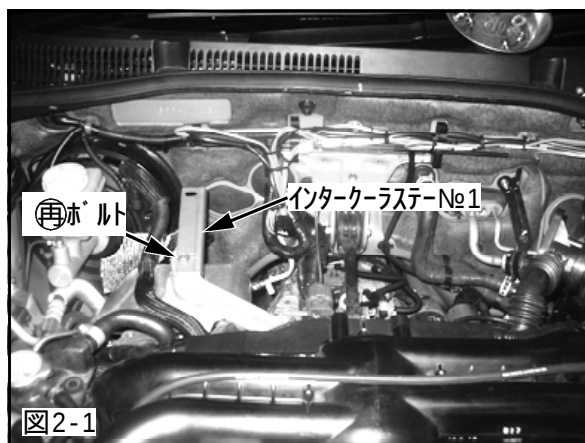

図2-1
(1) インタークーラステー№1をボディに仮付けしてください。(図2-1)